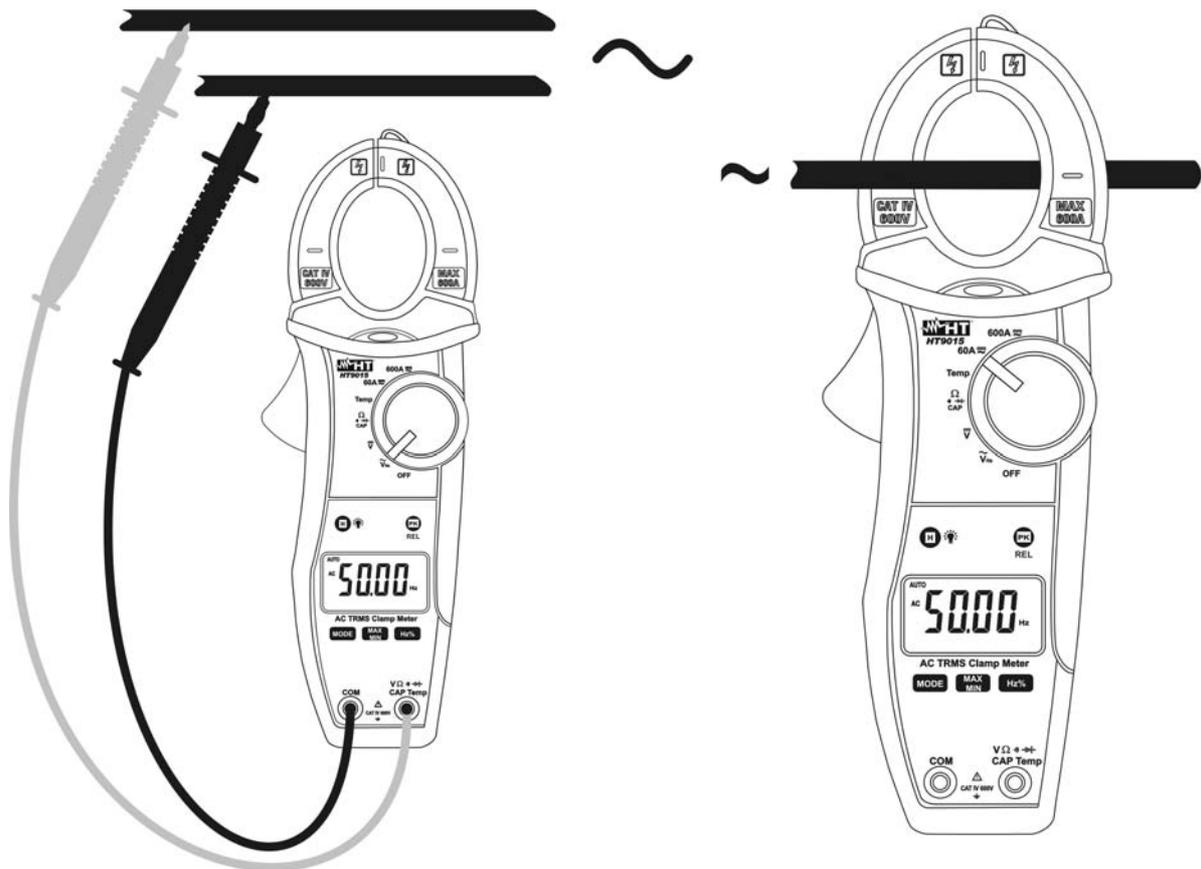

Fig. 11: Måling af frekvens og Duty cycle
8. Sätt i den röda testledningen i $V\Omega_{\sim} \rightarrow CAPHz\%Temp$ anslutningen (röd) och den svarta testledningen i **COM** anslutningen (svart) (se fig. 11 – vänster sida), för frekvensmätning med testledningar. Öppna tången och placera ledaren i mitten av käftarna (se fig. 11 – höger sida), för frekvensmätning med tången. Markörvisning är inte tillgänglig i frekvens- och duty cycle test.